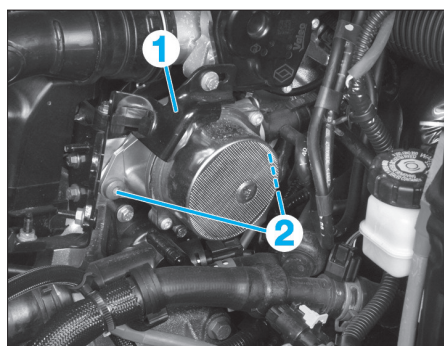

FIG. 17
- Débrancher la patte de maintien (1) (Fig.17).
- Déposer les vis (2) du support puis écarter l'électrovanne de régulation de pression du turbocompresseur du bac à batterie.